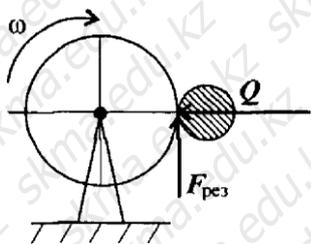

Рис.5
**Задача 3.** Точильный камень прижимается к обрабатываемой детали с силой 1,5 кН (рис. 5). Какая мощность затрачивается на обработку детали, если коэффициент трения материала камня о деталь 0,28; деталь вращается со скоростью 100 об/мин, диаметр детали 60 мм.